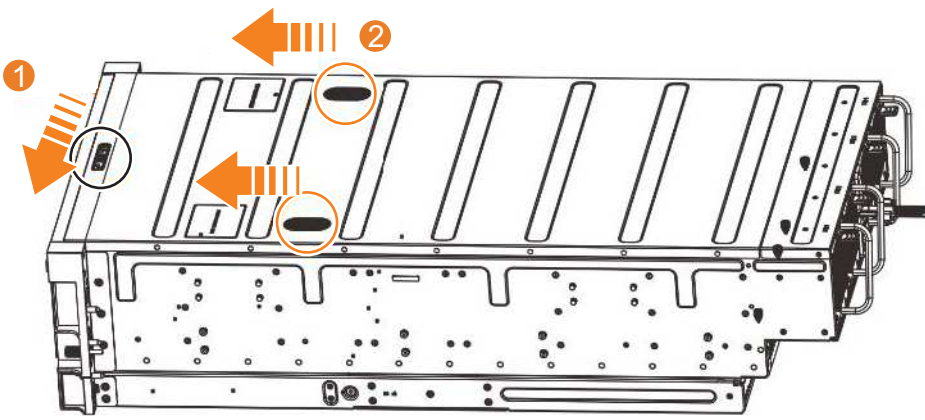

Figure 52. Libération du capot du boîtier 2145-92F
2. Faites glisser la patte de déverrouillage (**1**) dans la direction indiquée dans la figure 52.
3. Faites glisser le capot vers l'avant du boîtier d'extension (**2**), comme indiqué dans figure 52.